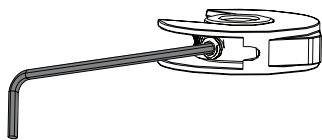
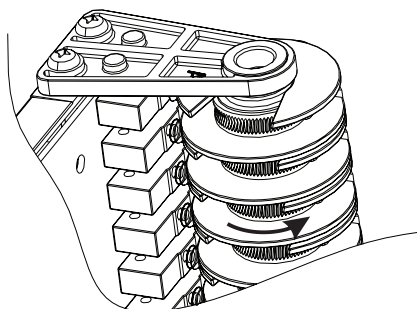
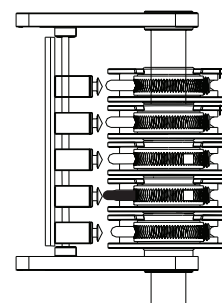

Рис. 1
Рис. 2
Рис. 3
- Ослабьте винты грубой настройки красных кулачков (рис. 1), затем поверните их против часовой стрелки (рис. 2) так, чтобы микропереключатели были нажаты (рис. 3), затем затяните винты.